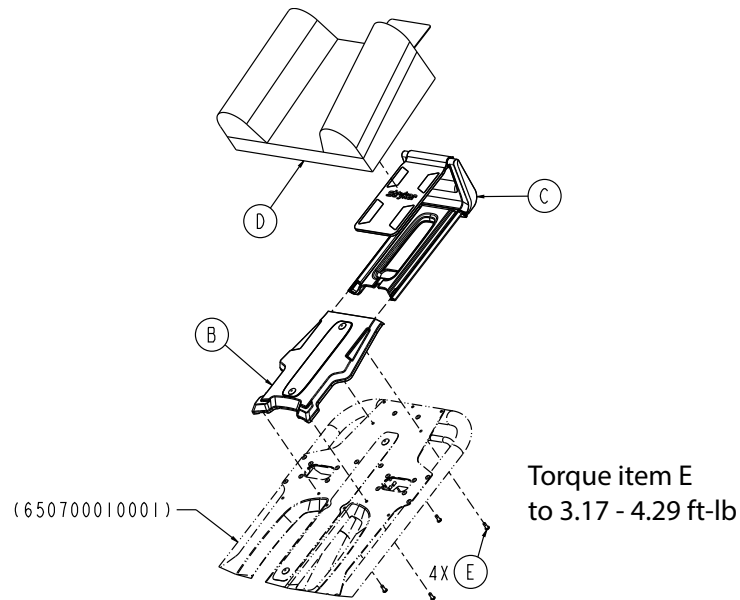

Figure 119 – Composants en option de l'extension de tête
7. À l'aide d'une clé Torx T25, retirer les quatre vis d'assemblage à tête ronde (E) qui fixent le corps de montage de l'extension de tête (B) et l'ensemble d'extension de tête (C) au revêtement de la section tête (Figure 119). Conserver les vis. Jeter l'ensemble d'extension de tête.